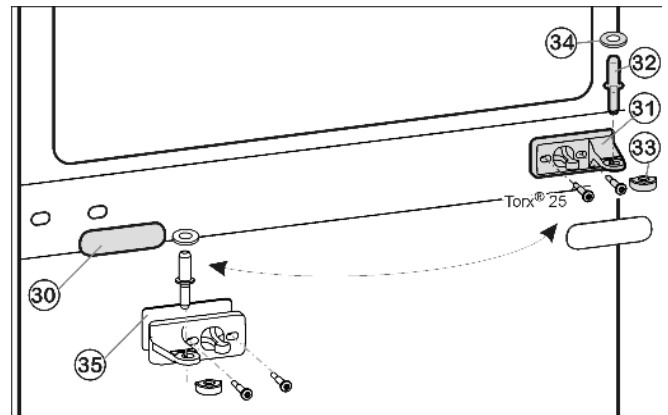
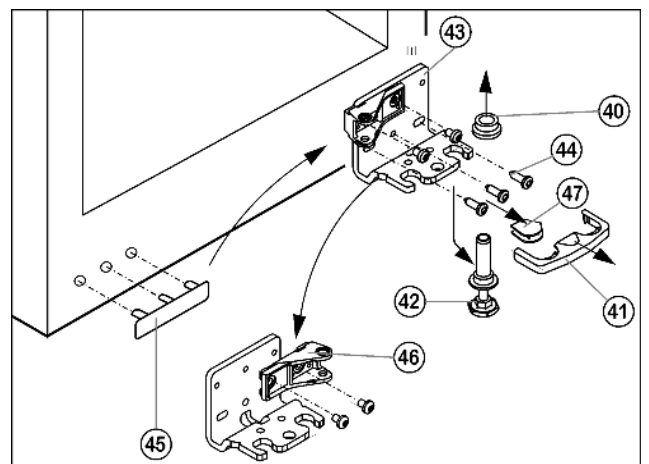

Fig. 11
Fig. 12
- ▶ Вытащите средний опорный палец Fig. 11 (32) с шайбой Fig. 11 (34) из опорного кронштейна и нижней дверцы.
- ▶ Пластмассовый колпачок Fig. 11 (33) снимите.
- ▶ Снимите средний опорный кронштейн Fig. 11 (31).
- ▶ Осторожно снимите накладку Fig. 11 (30).
- ▶ Прикрутите средний опорный кронштейн Fig. 11 (31) с поворотом на 180° на новую сторону шарнира (с моментом 4 Нм).
- ▶ Защелкните накладку Fig. 11 (30), повернув на 180°, на стороне, где теперь будет ручка.
- ▶ Предохранитель Fig. 12 (41) снимите движением вперед.
- ▶ Снимите крышку Fig. 12 (47).\*
- ▶ Полностью вверните регулируемую опору Fig. 12 (42).
- ▶ Вытяните опорный палец Fig. 12 (42) вниз и вперед. При этом следите за гнездом шарнира Fig. 12 (40).
- ▶ Открутите опорный кронштейн Fig. 12 (43) (3 шт. Torx 25) Fig. 12 (44).
- ▶ Осторожно снимите и переставьте на противоположную сторону крышку со стороны ручки Fig. 12 (45).
- ▶ Снова прикрутите нижний опорный кронштейн Fig. 12 (43) на новой стороне шарнира (**с моментом 4 Нм**). При необходимости используйте аккумуляторный шурупверт.
- ▶ Открутите опорный кронштейн Fig. 12 (46) и снова прикрутите внутри с поворотом на 180°.
- ▶ Установите крышку Fig. 12 (47) на противоположной стороне.\*
- ▶ Предохранитель (41) нужно зафиксировать сбоку на кронштейне, чтобы опорный палец и двери были защищены от выпадения.
- ▶ Снова защелкните предохранитель (41) на опорном кронштейне.
- ▶ Наденьте гнездо шарнира Fig. 12 (40).
- ▶ Установите дверцу сверху на нижний опорный палец Fig. 12 (42).
- ▶ Снова наденьте пластмассовый колпачок Fig. 11 (33) на средний опорный кронштейн Fig. 11 (31).
- ▶ Вставьте средний опорный палец Fig. 11 (32) на новой стороне шарнира через средний опорный кронштейн Fig. 11 (31) в нижнюю дверцу.
- ▶ Установите шайбу Fig. 11 (34) на средний опорный палец Fig. 11 (32).
- ▶ Установите верхнюю дверцу на средний опорный палец Fig. 11 (32).
- ▶ При необходимости выровняйте дверцы через два продольных паза в нижнем опорном кронштейне Fig. 12 (43) и среднем опорном кронштейне Fig. 11 (31) параллельно корпусу устройства. Для этого выкрутите средний винт на нижнем опорном кронштейне Fig. 12 (43).